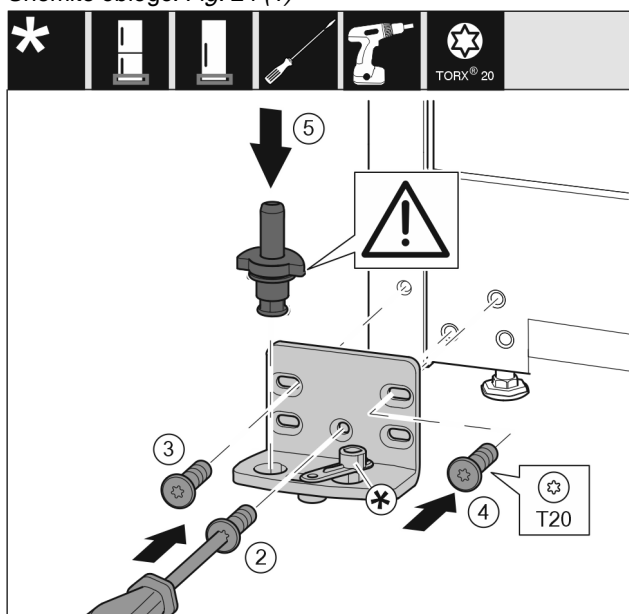

Fig. 25
- ▶ Ležajni podstavek namestite na drugo stran in privijte s pomočjo izvijača T20. Pričnite z vijakom 2 spodaj na sredini. Fig. 25 (2)
- ▶ Privijte vijaka 3 in 4. Fig. 25 (3,4)
- ▶ V celoti vstavite ležajni sornik. Pri tem pazite na to, da je zaskočni zapah obrnjen nazaj. Fig. 25 (5)